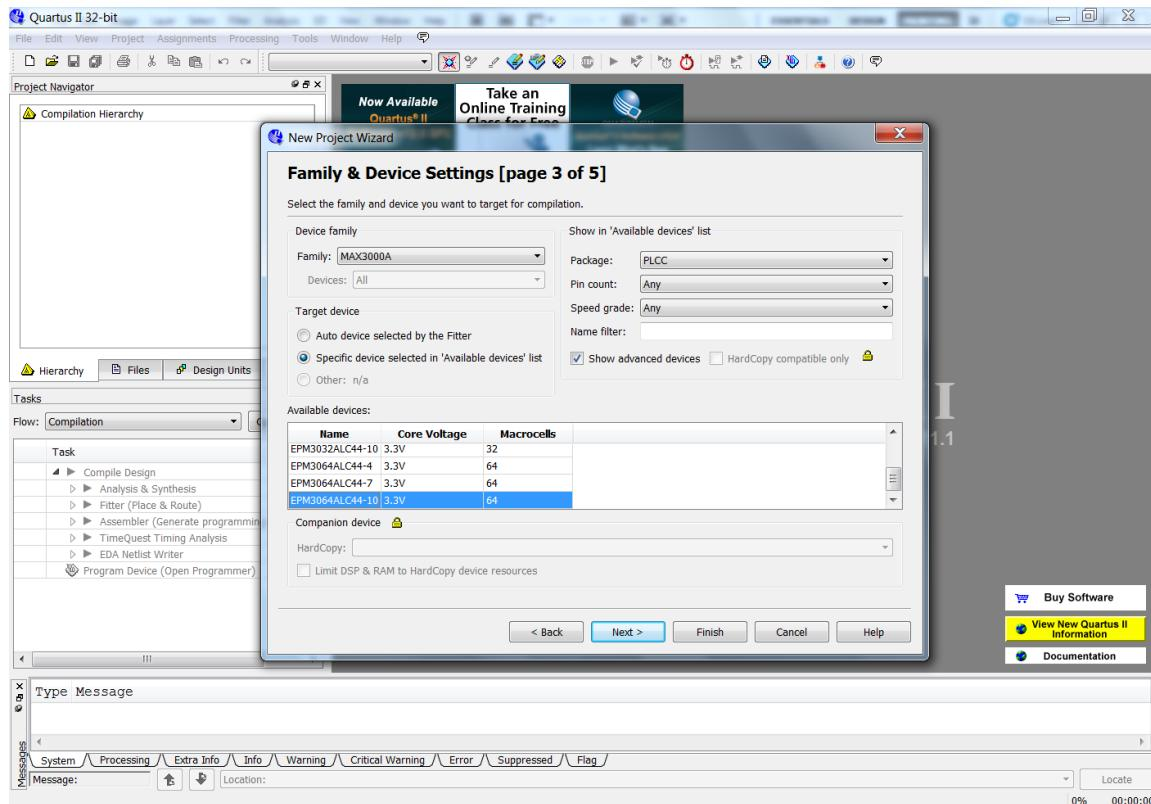

Figura 5 - Tela de Introdução do Project Wizard. (parte 3 de 5)
Nesta tela é possível incluir arquivos ao projeto. Através do botão “...” ao lado do campo **File Name** é possível definir o diretório do arquivo a ser incluído. Uma vez selecionado o arquivo, clique em **Add** para adicioná-lo ao projeto. Quando todos os projetos desejados forem incluídos, clique em **Next**. Com isso a tela da figura 5 aparecerá.
**OBS:** Observe no kit de desenvolvimento qual o dispositivo utilizado. A Figura 5 mostra como exemplo a seleção do chip EPM3064ALC44-10. Este código, conhecido como “part number”, segue critérios de numeração do fabricante do circuito integrado (Altera). Nele está embutida a informação de que é um chip da família MAX3000A (alimentação 3,3V), tem 64 macrocélulas, o encapsulamento é tipo “PLCC” (código ALC), tem 44 pinos e o atraso de porta é de 10 nanosegundos. Esta informação de atrasos é importante para as simulações em que o atraso das portas é levado em consideração, como a simulação na modalidade *timing* vista mais adiante (Item 4: Simulação de projetos). Se você está executando este tutorial sem um kit de desenvolvimento, execute-o selecionando este chip.